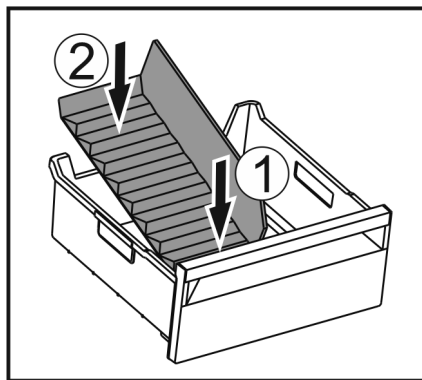

Fig. 154
- Установите переднюю часть разделителя отделения для льда. Fig. 154 (1)
- Опустите заднюю часть разделителя отделения для льда на дно выдвижного ящика. Fig. 154 (2)